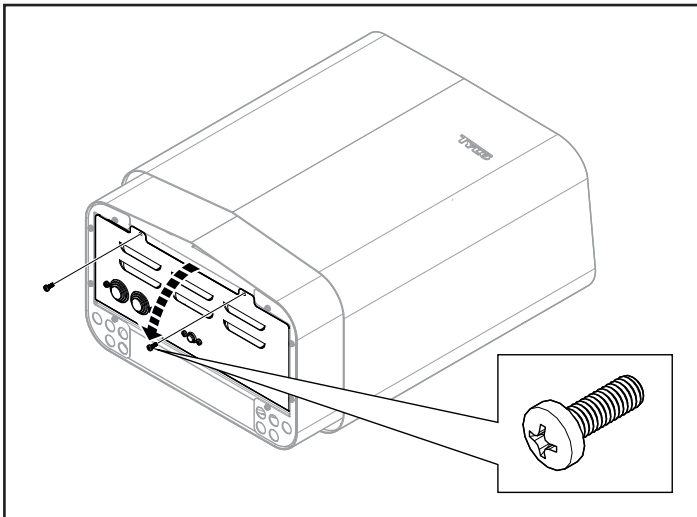

Abbildung 9: Abnehmen/Anbringen der Abdeckung
2. Drehen Sie die Schrauben heraus und entfernen Sie die Abdeckung (siehe Abbildung 9).
5. Schließen Sie die Abdeckung und drehen Sie die Schrauben ein, siehe Abb. 9.